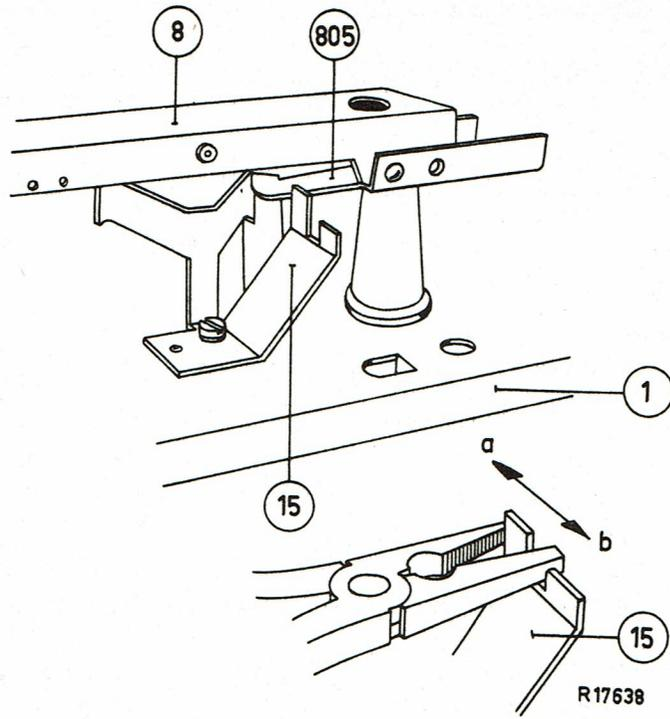

Fig.5
11. La languette de réglage à l'équerre 15 doit être ajustée de façon à ce que, lorsque le bras de p.u. est tourné entièrement vers l'extérieur, celui-ci soit arrêté à un diamètre de 170 mm (voir fig. 5).